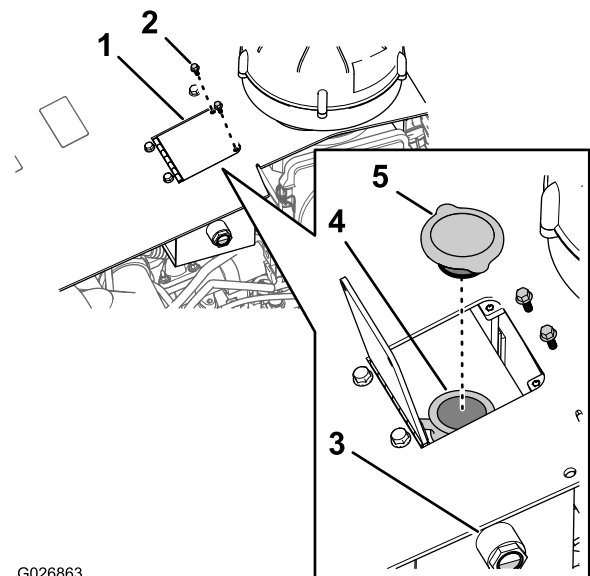
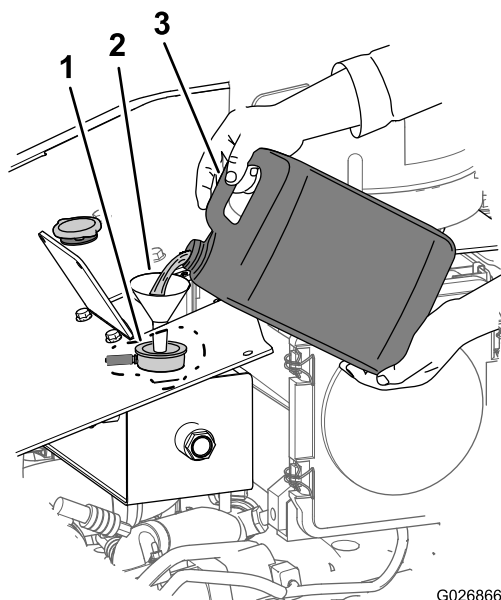

Figure 103
Figure 110
4. Contrôlez le niveau de liquide de refroidissement à travers le regard de niveau situé sur le côté du vase d'expansion (Figure 103).
- A. Retirez les 2 boulons à tête hexagonale qui fixent la trappe au capot de la machine, et ouvrez la trappe du vase d'expansion (Figure 103).
- B. Enlevez le bouchon du vase d'expansion et faites l'appoint de liquide de refroidissement jusqu'à ce que le niveau de liquide atteigne le centre du regard (Figure 103).
2. Retirez les 2 boulons à tête hexagonale qui fixent la trappe du vase d'expansion au capot de la machine et ouvrez la trappe (Figure 103).
3. Retirez le bouchon du vase d'expansion (Figure 103).
1. Retirez le bouchon du vase d'expansion (Figure 103).
2. Remplissez le circuit de refroidissement du mélange spécifié (Figure 110) jusqu'à ce que le niveau de liquide soit à mi-hauteur du regard de niveau (Figure 103).